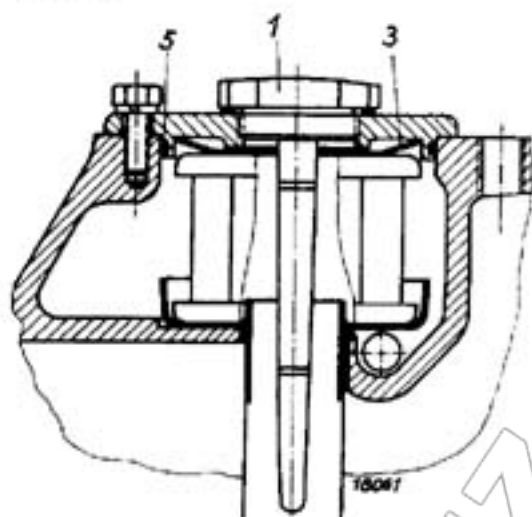

Bild 59
Zur Reinigung des Filters wird nach Lösen der 3 Sechskantschrauben der Filterdeckel ① abgenommen und der Filtereinsatz ② mit Abschlußring ③ und Schmutzsammeltopf ④ vorsichtig herausgenommen, ohne die Dichtungen zu beschädigen. Filtereinsatz und Schmutzsammeltopf werden mit einer weichen Bürste in Waschbenzin ausgewaschen. Beim Einbau des Filters auf gute Abdichtung durch die Gummiringe ⑤ – Bild 59 – achten. Der konische Abschlußring ③ liegt mit dem kleineren \varnothing auf dem Filtereinsatz (3 – Bild 59).